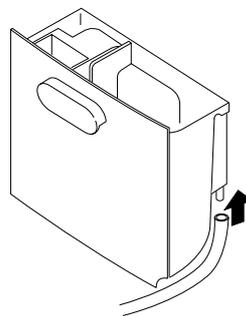

Fig. 2
4. Führen Sie ein Schlauch 10 mm Durchmesser in den Anschlußstutzen ein (Abb. 2.).